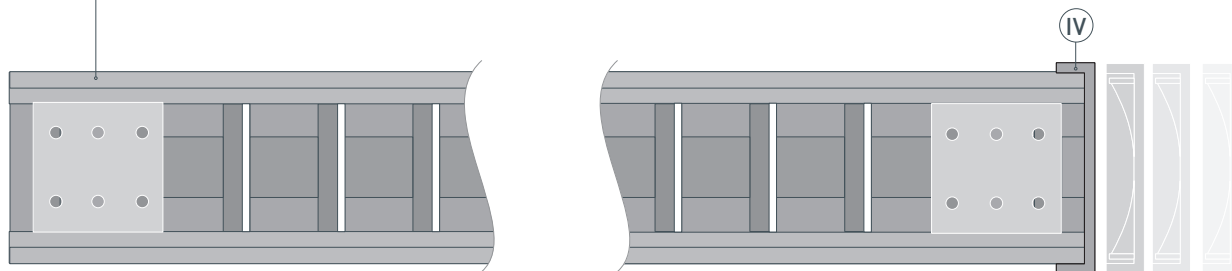

Рис. 2. Установка заглушки **Ⓓ** на профиль **Ⓘ**. Вид сверху
- 1** / Перед началом монтажа временно вытащите эластичную ленту-вставку **Ⓥ** из профиля **Ⓘ**. Установите на профиль **Ⓘ** фиксирующие крепления **ⓋⓂ** на одинаковом расстоянии друг от друга, как показано на рис. 1. Установите на один из концов профиля **Ⓘ** заглушку **Ⓓ**, как показано на рис. 2.